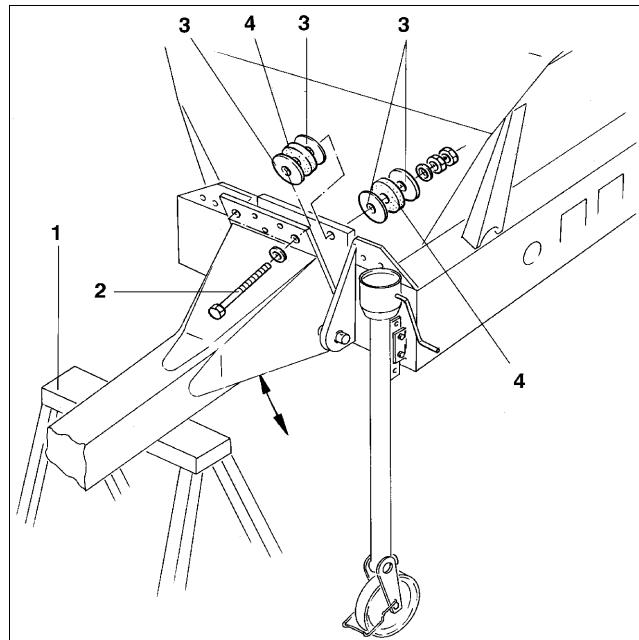

Рис. 9
- Дышло обоприте на прочную опору (Рис. 9/1) и открутите оба крепежных болта (Рис. 9/2).
- Посредством равномерной перестановки нивелировочных шайб (Рис. 9/3) можно производить регулировку дышла. Демпфирующие прокладки (Рис. 9/4) убирать не разрешается. Они амортизируют передаваемые от трактора на распределитель ударные колебания.